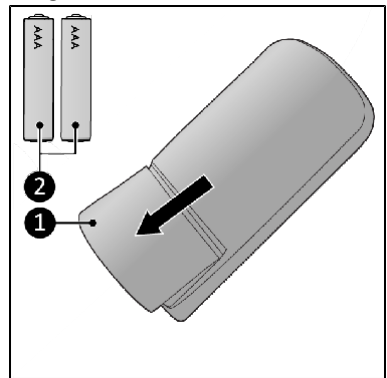

Figura 13
1. Abra la tapa del compartimento de las pilas (figura 13, número 1).
2. Coloque dos pilas AAA de 1,5 V (figura 13, número 2) en el compartimento respetando las polaridades indicadas.